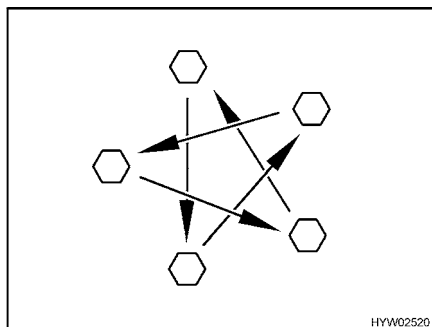

Fig. 132 Serrer en croix les écrous ou les boulons de roue
- Vérifier régulièrement le serrage des écrous ou des boulons de roues. Resserrer tous les écrous ou les boulons de roue 50 km après le changement d'une roue (Fig. 132).
- Si des jantes neuves ou repeintes sont utilisées, alors resserrer les écrous ou les boulons de roue une fois de plus après env. 1 000 à 5 000 km (Fig. 132).